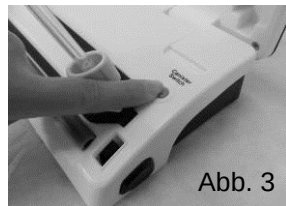

Abb. 3
4. Drücken Sie die Taste „Vakuumieren“ (oberhalb der Absaugöffnung) (Abb. 3). Kontrollieren Sie die Dichtigkeit zwischen dem Deckel des Behälters und dem Schlauch, indem Sie mit der Hand am Anfang des Vakuumierens die